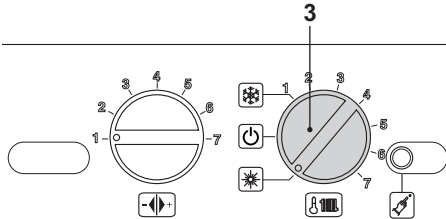

Fig. 2.5
- Gire el selector 3 como en la Fig. 2.5.